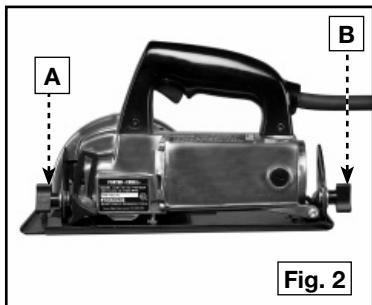
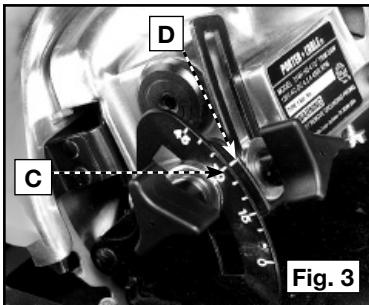

Fig. 2
Fig. 3
Afloje la perilla delantera de ajuste (A) Fig. 2, de ángulo y también la trasera (B) Fig. 2. Incline la caja principal de la sierra hasta que la línea del ángulo deseado en el segmento de ángulos esté alineada con la línea de índice (C) Fig. 3, en la llave de ajuste. Apriete firmemente las perillas para mantener la sierra en esta posición.